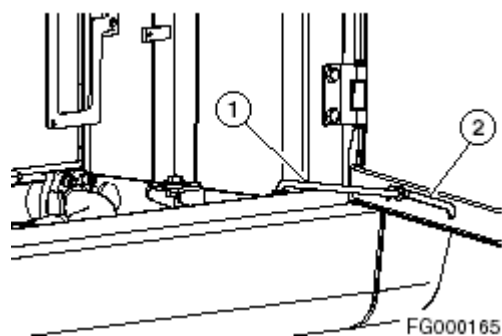

Рисунок 155
Откройте боковую дверь и вставьте стопорный штырь (1, рисунок 155) в паз (2) для фиксации его в конце паза.